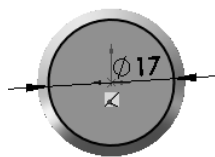
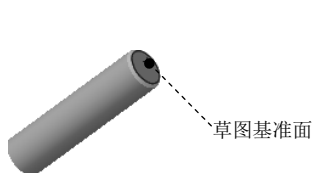

图 6.12.5 草图 2
图 6.12.6 草图基准面
(3) 确定倒角的模式。在“倒角”对话框的 **倒角类型** 区域中单击 **给定距离和角度** 选项。
(4) 确定倒角的距离及角度。在“倒角”对话框的 **距离** 文本框中输入倒角距离值 1.50，在 **角度** 文本框中输入角度值 45.00。
(5) 单击 **✓** 按钮，完成倒角 1 的创建。
Step4. 创建如图 6.12.5 所示的草图 2。选择下拉菜单 **插入(I)** → **草图绘制** 命令；
选取如图 6.12.6 所示的模型表面为草图基准面，绘制如图 6.12.5 所示的横断面草图；选择下拉菜单 **插入(I)**  **退出草图** 命令，完成草图 2 的创建。